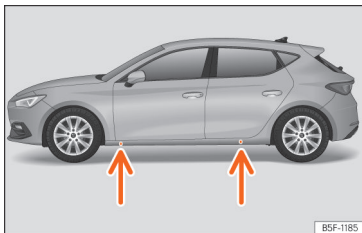

Fig. 242 Punts de suport del gat.
- Cerqueu al llarguer la marca del punt de recolzament del gat [zona enfonsada] més proper a la roda a canviar >>> **fig. 242**.